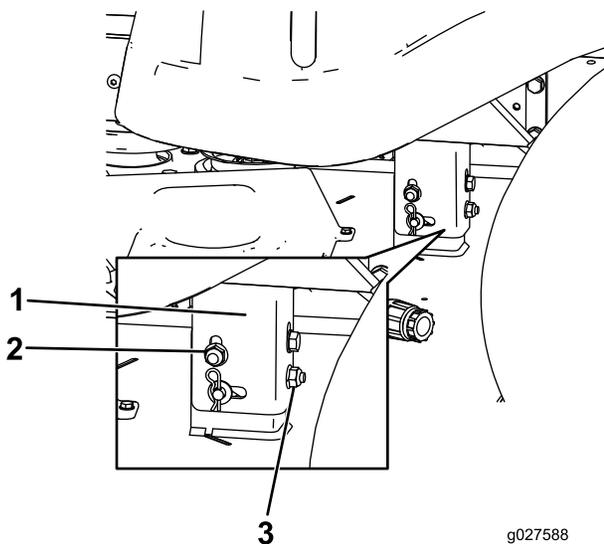

Figura 59
- Eleve ou desça o lado esquerdo da plataforma do cortador rodando a porca traseira (Figura 59).
contrário ao dos ponteiros do relógio para descer a plataforma do cortador. (Figura 59).